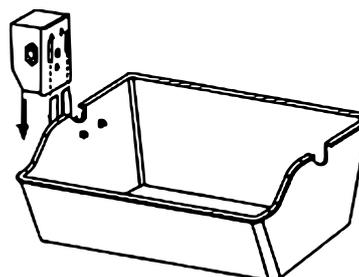

Abbildung 2: Motor in die Halterung einsetzen.
2. Führen Sie den Drehspießmotor in die Halterung ein (**Abb. 2**).